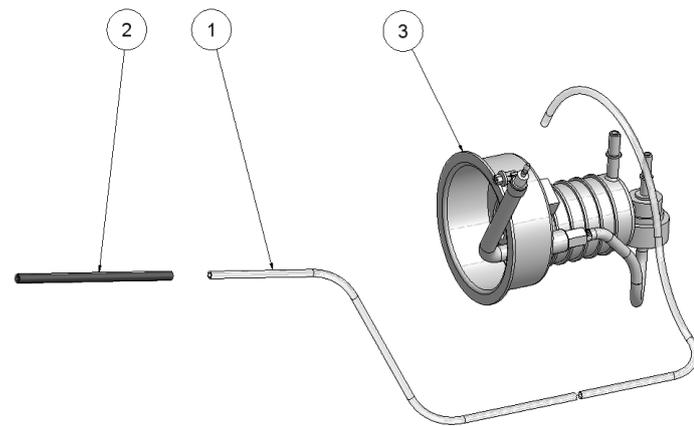

Abbildung 32
4. Mitgeliefertes modifiziertes Modul P341-55-07 einbauen und anschließen. Dazu muss eine Leitung zum Motor verlegt werden (Abb. 32, Pos. 1, 2 und 3).
5. Den Unterdruckschlauch (Pos. 1 in Abb. 32) entlang der Kraftstoffleitung (Abb. 33) über die Kardanwelle zum Motor verlegen. Unterdruckschlauch mit Kabelbindern sichern. Achtung: Der Schlauch darf auf keinen Fall die Kardanwelle berühren und muss in ausreichendem Abstand verlegt werden.
6. Den Schlauch auf der rechten Seite des Motors heraufführen und an der Rückseite des Saugrohrs, anstelle von Verschlusskappe (Abb. 8 Pos.15) aufstecken. Dazu das Adapterstück verwenden (Abb. 32; Pos. 2).